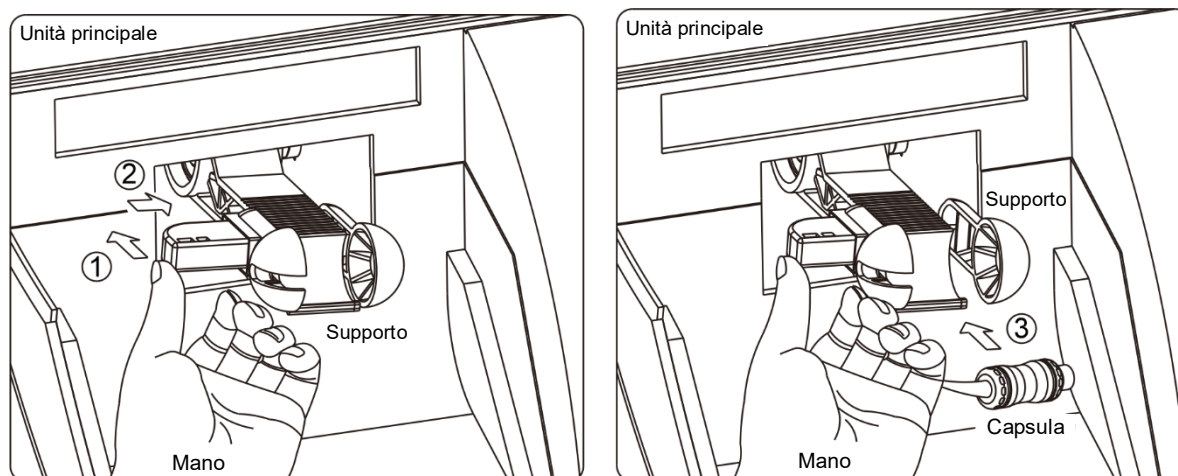

Fig 3
- 4) Aprire lo schermo di protezione trasparente e fissare la capsula sul supporto del miscelatore, poi chiudere il coperchio, come mostrato in Fig. 3.